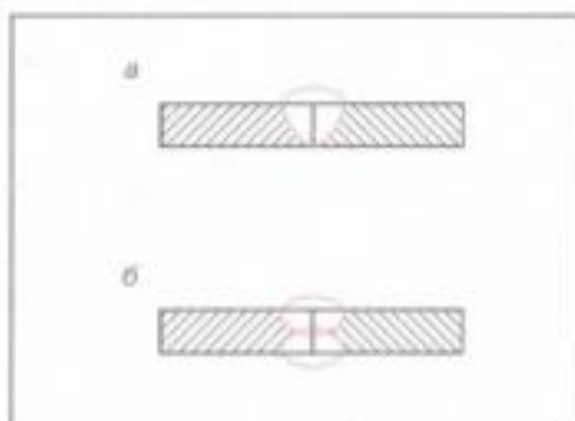

Рис. 24
8. По характеру выполненного шва (рис. 24) на односторонние (а) и двусторонние (б).